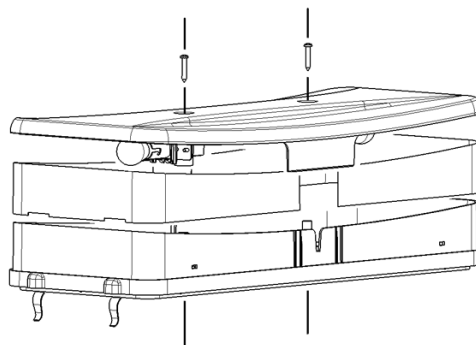

figura 10
- 1** Sostituzione delle lampade del coperchio luminoso (vedere figura 10) :